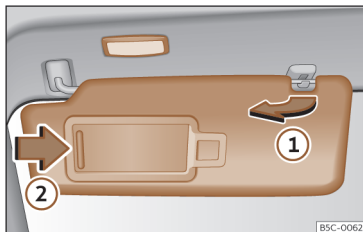

Fig. 99 Pala do sol.
- A pala do sol pode ser puxada para fora da fixação e ser virada para a porta >>> Fig. 99 ①.